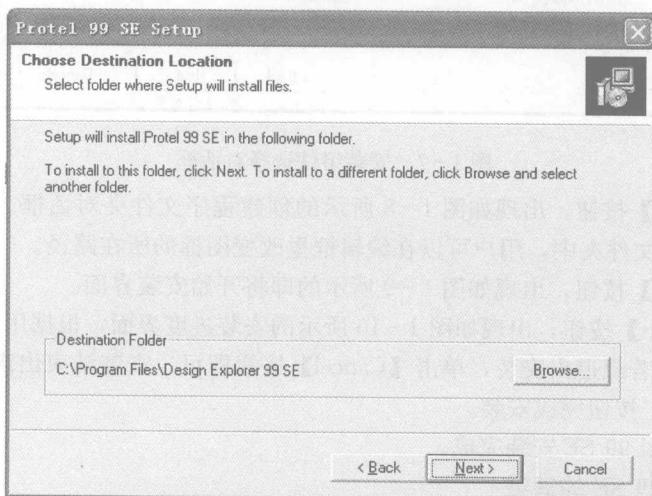

图 1-5 安装路径选择对话框
(5) 单击【Next】按钮，系统弹出如图 1-5 所示的安装路径选择对话框，图中显示的是默认安装路径：C:\Program Files\Design Explorer 99 SE。单击 Browse 按钮可以选择或修改安装路径。